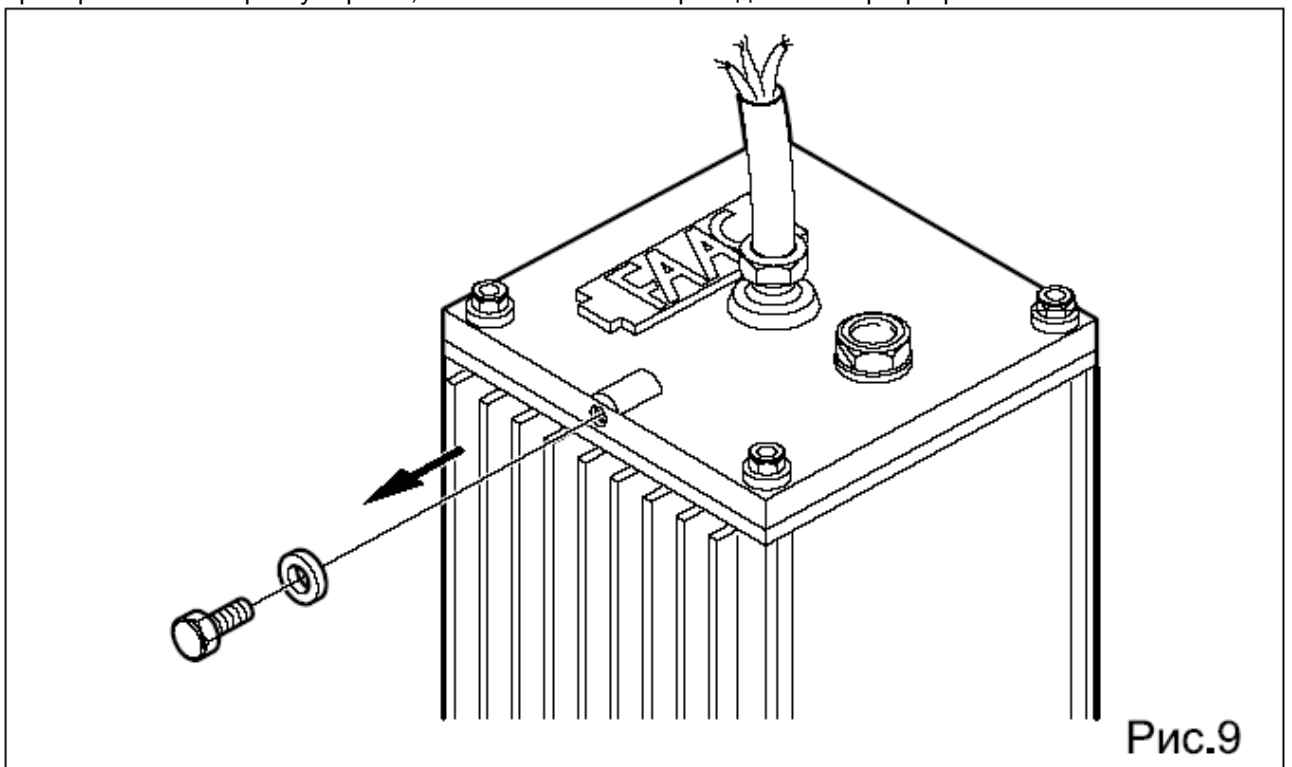

Рис.9
- **Снимите два сапуна, как показано на рис.9 и положите их в безопасное место.**